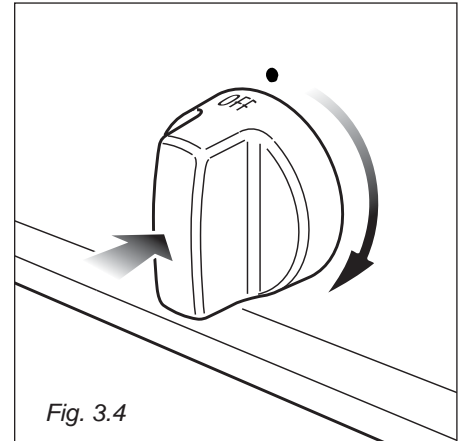

Fig. 3.4
2) Presione ligeramente y gire el mando del termostato en el sentido horario hasta la posición **★ BROIL** (fig. 3.4).